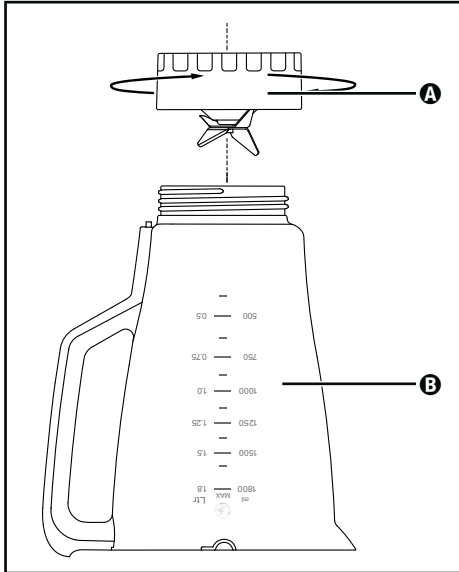

Fig. 3
- 2) Dé la vuelta al aparato y gire el accesorio **A** en sentido antihorario para poder desmontarlo del recipiente **B** (consulte la fig. 3).